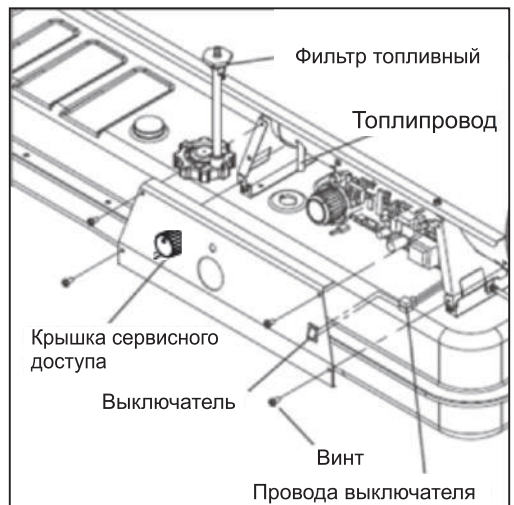

Рис. 19
Снятие топливного фильтра (рис. 19):
2. Отсоедините сетевой провод и снимите крышку сервисного доступа (рис. 19);